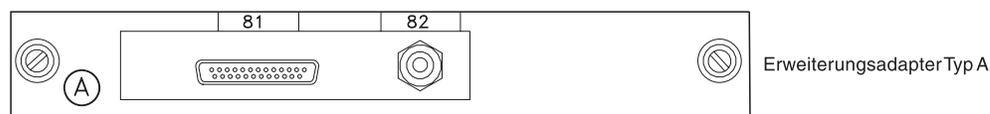

Abbildung 134. Erweiterungsadapter Typ A
1. In Abb. 134 die Buchse, über die die Einheitenkabel an Erweiterungsadapter Typ A angeschlossen werden, mit einem X kennzeichnen.